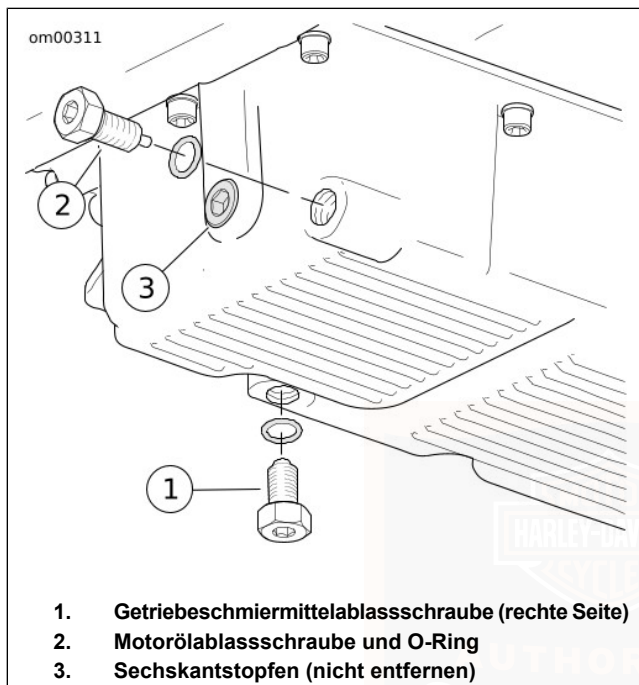

Abbildung 54. Ölwanne
2. Siehe Abbildung 54. Die Getriebschmiermittelablassschraube entfernen und das Schmiermittel in einen geeigneten Behälter ablassen.